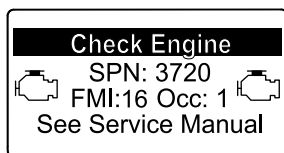

Рисунок 47
- Предупреждение о двигателе SPN 3720, FMI 16 (Рисунок 47)